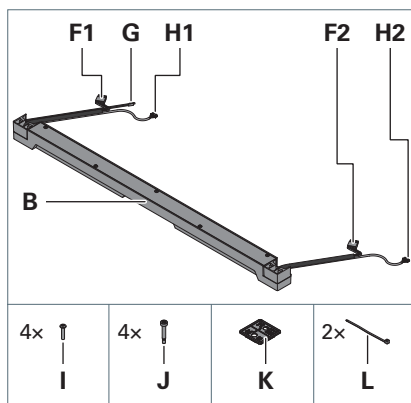

Fig. 2: Emballage adaptateur U.
- Ne retirez les composants du sac fourni que lorsque ceux-ci sont nécessaires à l'étape de montage, voir Fig. 2.